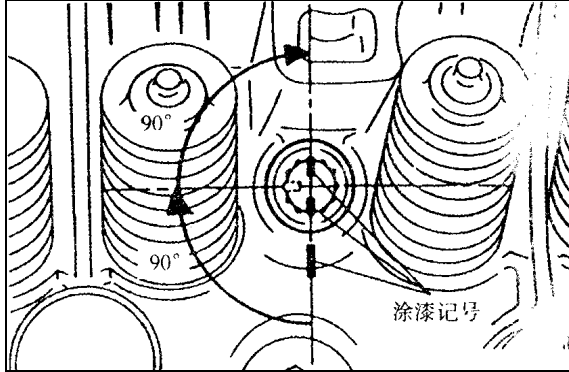

图 3-33
- g. 在气缸盖螺栓头和气缸盖上涂油漆记号（见图 3-33 所示）